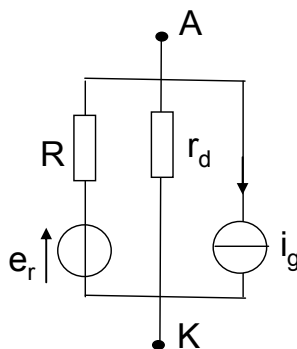

Figure2
- 4./ A partir du schéma dynamique équivalent de la diode, donné Figure2, calculer la résistance totale  $R_T$  du circuit et la densité spectrale du générateur de bruit  $i_T$  en supposant que R produit seulement du bruit thermique ( $e_r$ ). Déterminer la température équivalente de bruit du dipôle.